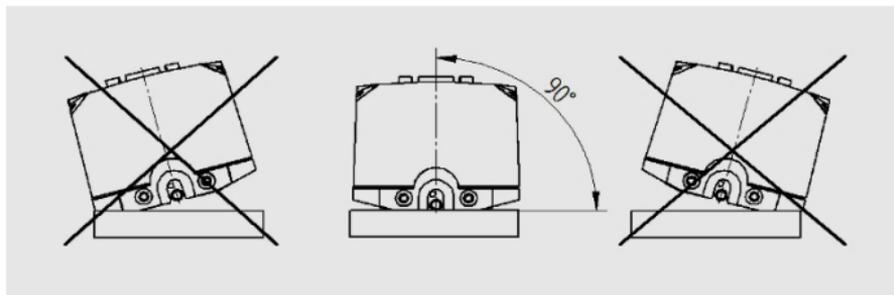
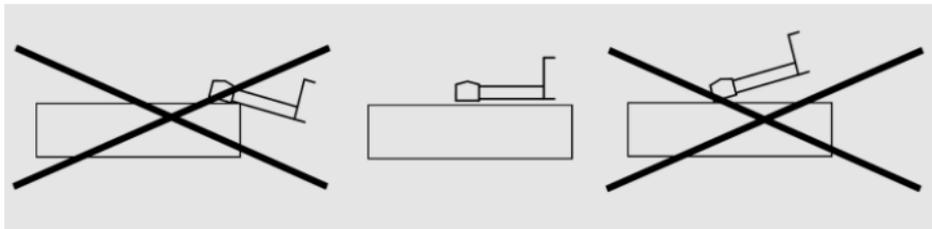

图 2-1 前视图
图 2-2 侧视
- c. 参照图 2-1、图 2-2，将仪器正确、平稳、可靠地放置在工件被测表面上；